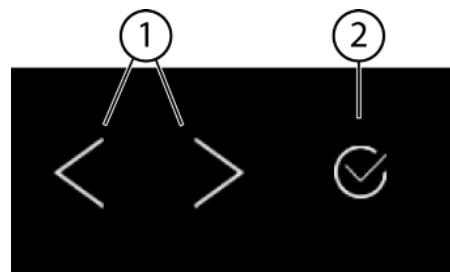
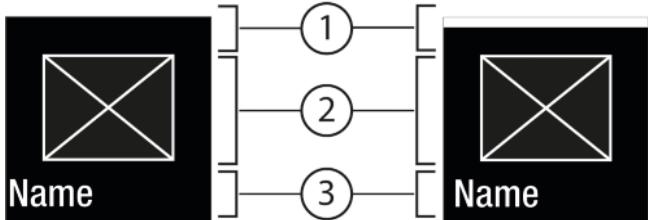
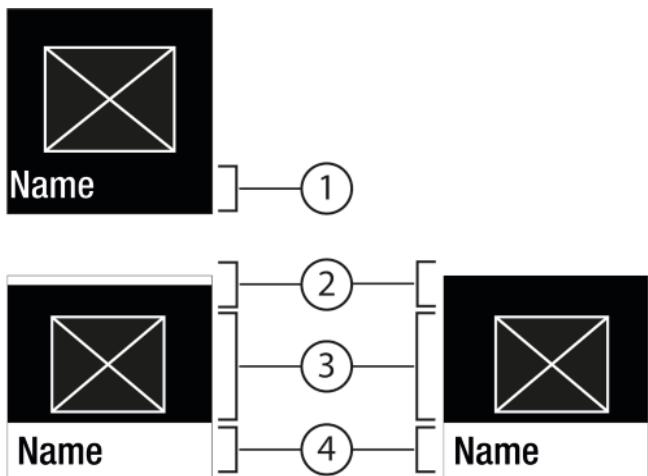

Fig. 5
Fig. 6
Fig. 7
(1) Navigacijska puščica levo/desno
(2) Potrdite
Navigacijska puščica levo/desno Fig. 5 (1):
Potrdite Fig. 5 (2):
- Premaknite se z navigacijsko puščico levo/desno Fig. 5 (1).
- S tipko za potrditev Fig. 5 (2) lahko funkcijo/nastavitev aktivirate Fig. 6 (1)/deaktivirate Fig. 6 (1).
- S tipko za potrditev Fig. 5 (2) prikličete podmeni Fig. 7 (4).
- Nastavitev nove vrednosti: S tipko za potrditev Fig. 5 (2) izberite deaktivirano vrednost Fig. 6 (1).
- Nazaj v meni: S tipko za potrditev Fig. 5 (2) izberite že aktivirano vrednost Fig. 6 (2).
- Pritisnjte navigacijske puščice Fig. 5 (1) toliko časa, da se prikaže .
- Potrdite Fig. 5 (2) s tipko.
- Večkrat zapored pritisnite navigacijske puščice Fig. 5 (1), dokler se ne prikaže funkcija.
- Z navigacijskimi puščicami Fig. 5 (1) izberite vrednost, ki jo želite nastaviti.
- ▷ Stanje: aktivirano Fig. 6 (1) se na kratko pokaže v podmeniju Fig. 7 (4).
- ▶ Večkrat zapored pritisnite navigacijske puščice Fig. 5 (1), dokler se ne prikažejo nastavitev .
- ▶ Potrdite Fig. 5 (2) s tipko.
- ▶ Večkrat zapored pritisnite navigacijske puščice Fig. 5 (1), dokler se ne prikaže želena nastavitev.